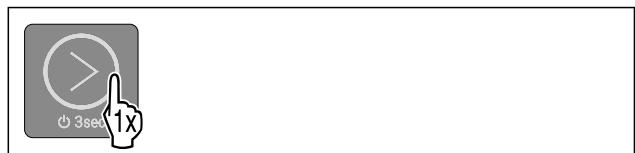

Fig. 3
- Touchbutton nach Abbildung 3 Sekunden lang berühren, bis Bestätigungston ertönt.